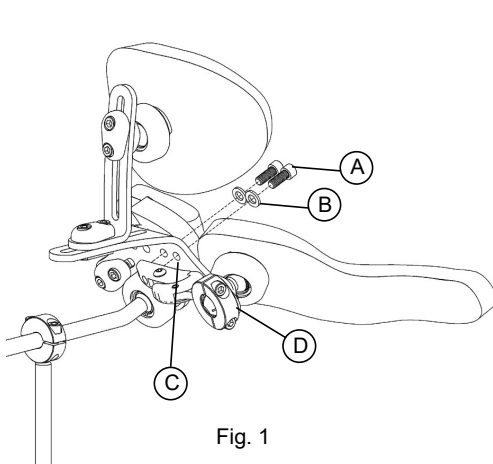

Fig. 1
1. Acople el anclaje lateral abatible (fig. 1, D) al conjunto de pletina del soporte lateral S.O.F.T. (fig. 1, C) con tornillos (fig. 1, A) y arandelas (fig. 1, B). Apriete los tornillos firmemente.